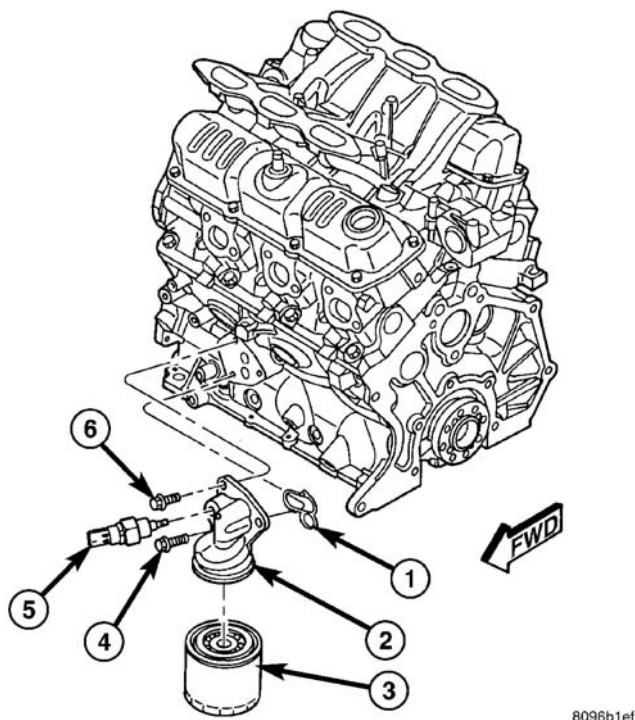

图 105 滤清器接头
(1) 使用适当的滤清器扳手,以逆时针方向转动滤清器,将其从滤清器接头上拆卸下来（图 105）。妥当废弃用过的滤清器。
(1) 把滤清器接头基座擦干净,检查衬垫接触表面。
(2) 用干净的机油润滑新滤清器的密封垫。
(3) 安装新的滤清器,直到密封垫接触到基座（图 105）。将滤清器 1 拧紧至 20N. (15ft.lbs.)。视需要使用滤清器扳手。
(4) 启动发动机并检查泄露。
- (1) 用吊车抬升车辆。
- (2) 拆卸滤清器。
- (3) 断开油压开关电接头。
- (4) 拆卸滤清器接头固定螺栓（图 105）。
- (5) 拆卸滤清器接头和密封（图 105）。
- (1) 清洁机油滤清器接头和安装新的密封。
- (2) 在发动机体上置定接头和安装螺栓（图 105）。
- (3) 紧固接头螺栓至 28N.m (250in.lbs.)。
- (4) 连接机油压力开关线束接头（图 105）。
- (5) 安装机油滤清器。
- (6) 降下举升器上的车辆。
- (7) 启动发动机和允许大约运行 2 分钟。
(8) 关闭发动机和检查机油油位。视需要调整机油油位。